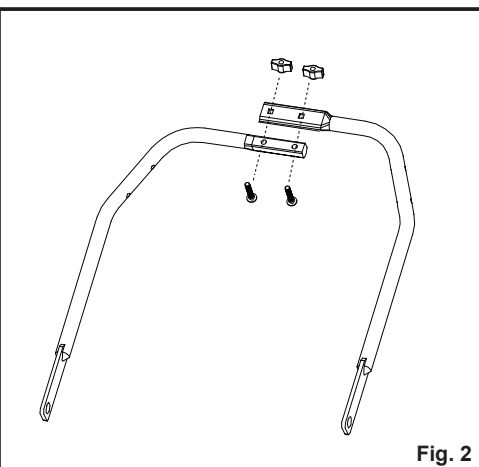

Fig. 2
- Conecte el mango inferior derecho con el mango inferior izquierdo y fíjelo con dos pernos y dos pomos giratorios (Fig. 2).